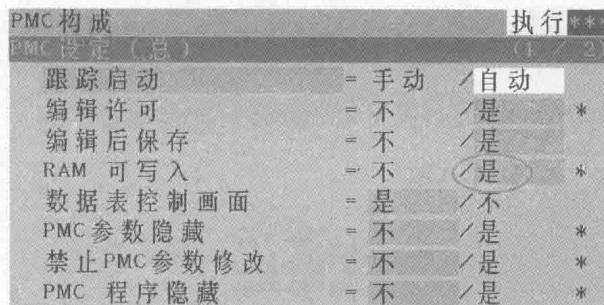

图 1-14
- 1) 执行 → → → ，进入 PMC 设定界面。设定“RAM 可写入 = 是”或“编程器功能有效 = 是”，如图 1-14 和图 1-15 所示。